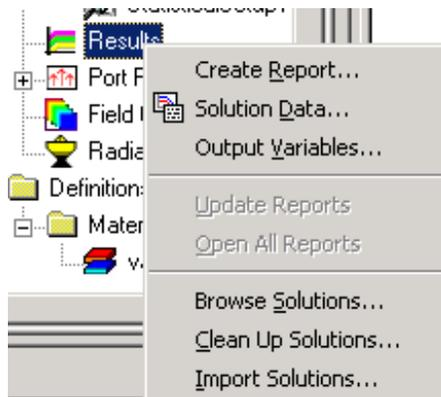

Рис. 8.4. Команды в выплывающем меню Results
- Щелкните правой кнопкой мыши на пункт **Results** в дереве проекта, и затем нажмите **Solution Data** в выплывающем меню (рис. 8.4). Результаты,